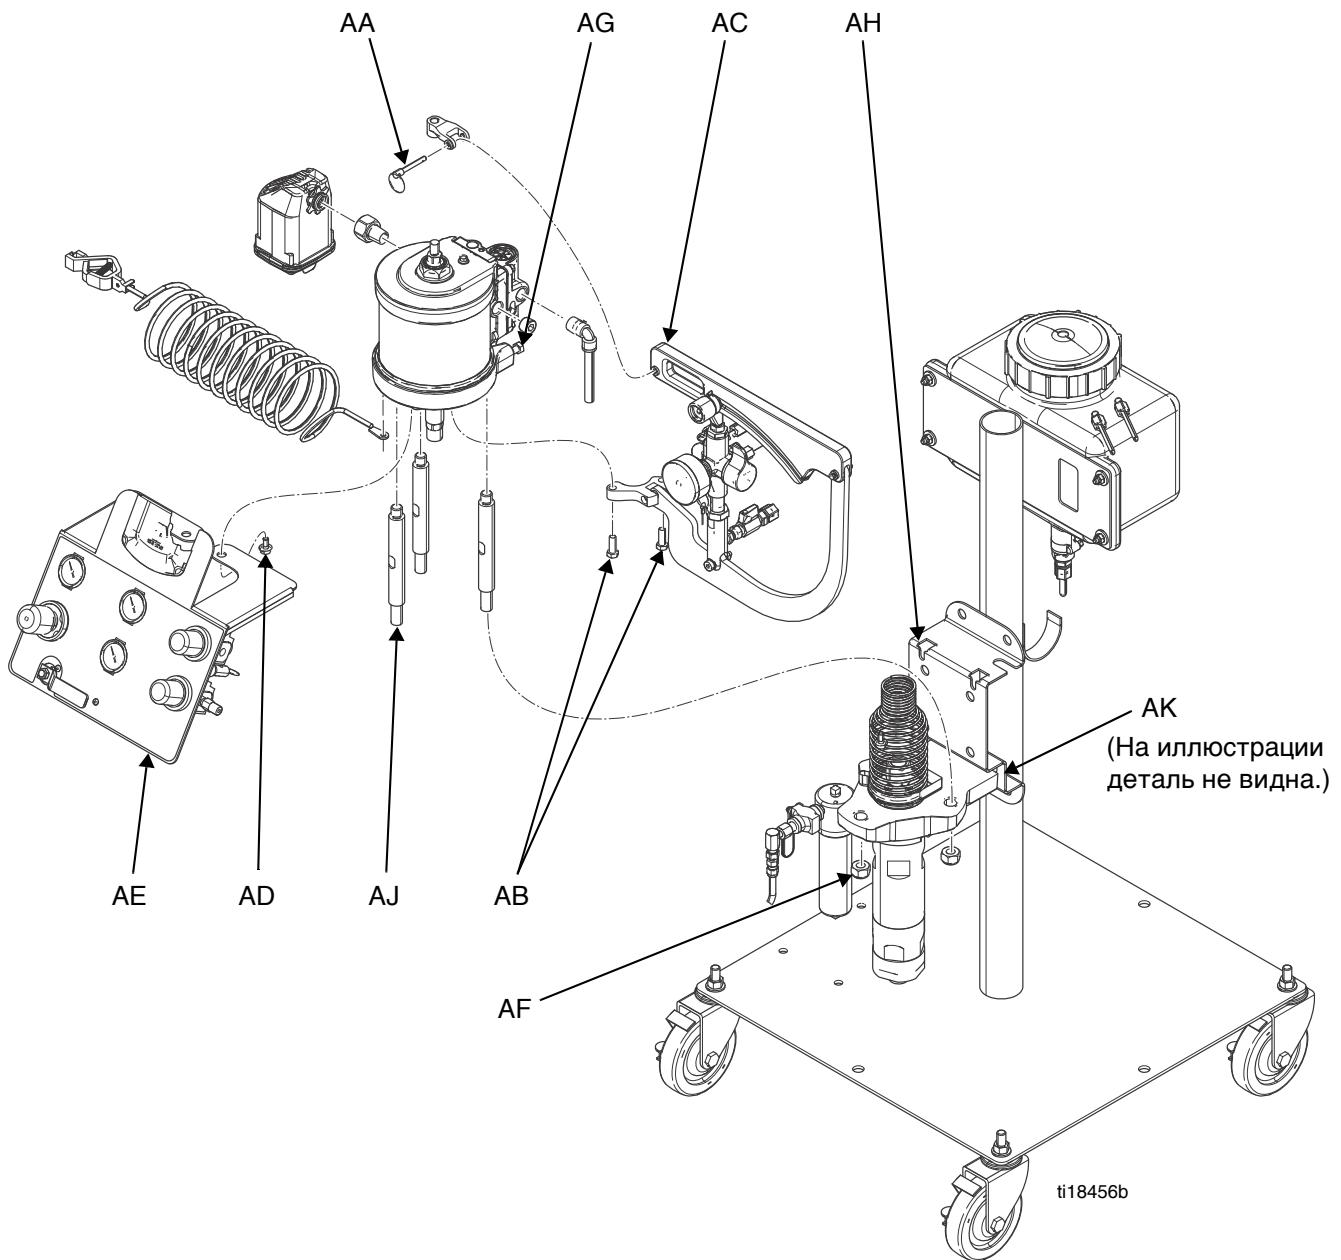

Рис. 33
Сведения о техническом обслуживании и деталях пневматического двигателя содержатся в руководстве ЗА2313. См. Рис. 33 на странице 43.
См. Рис. 33 на странице 43.
3. Отсоедините главный воздухопровод от панели управления пневматической системой (AE).
4. Отсоедините от пневматического двигателя следующие детали, выполняя описанные ниже действия (см. Рис. 33 на странице 43).
- b. Снимите верхний штифт (AA), соединяющий верхнее плечо насоса для катализатора с пневматическим двигателем. Затем снимите болты (AB), с помощью которых нижнее плечо насоса для катализатора крепится к пневматическому двигателю. Затем снимите насос для катализатора и узел плечей управления (AC).
- c. Снимите два болта (AD), с помощью которых панель управления пневматической системой крепится к пневматическому двигателю, после чего снимите панель управления пневматической системой (AE).
7. С помощью торцового ключа ослабьте два винта (AG), посредством которых пневматический двигатель крепится к монтажному кронштейну (AH).
8. С помощью торцового ключа снимите два винта (AK), с помощью которых поршневой насос крепится к монтажному кронштейну.